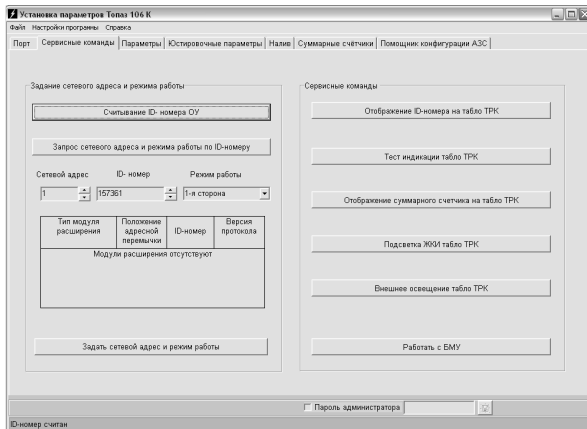

Рисунок 3
7.2.2 На вкладке "Сервисные команды" производится настройка сетевых адресов и режимов работы рукавов устройства по их ID-номерам (рисунок 3).